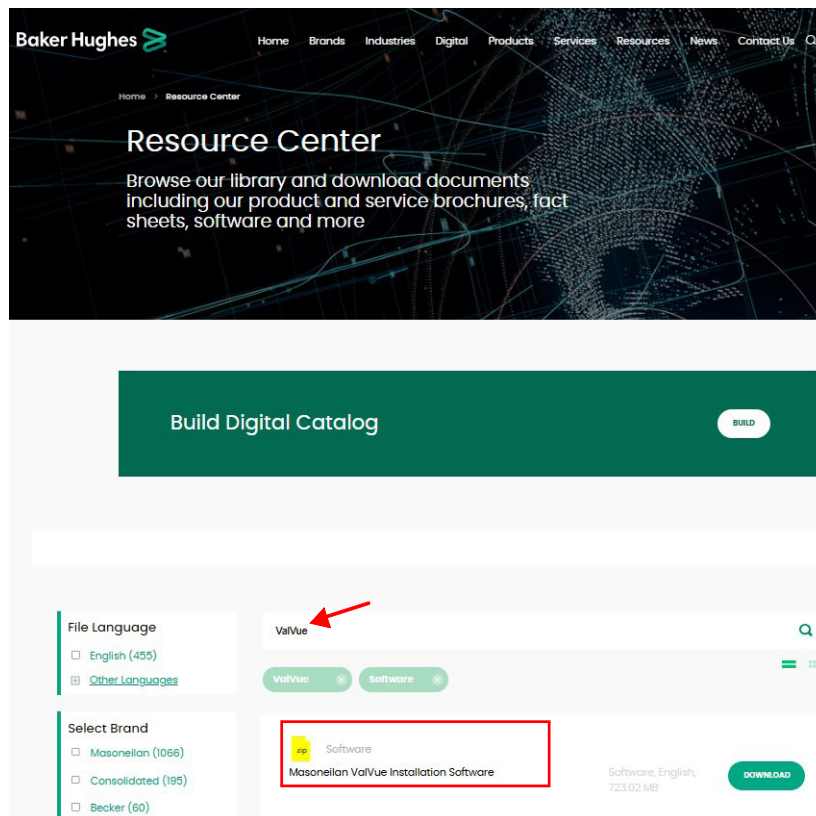

Figura 8 - Centro Risorse: Ricerca di ValVue
1. Andare al *Centro risorse* (<https://valves.bakerhughes.com/resource-center>) e inserire *ValVue* nel campo di ricerca (freccia in Figura 8).
Compaiono i risultati (casella rossa nella Figura 8).